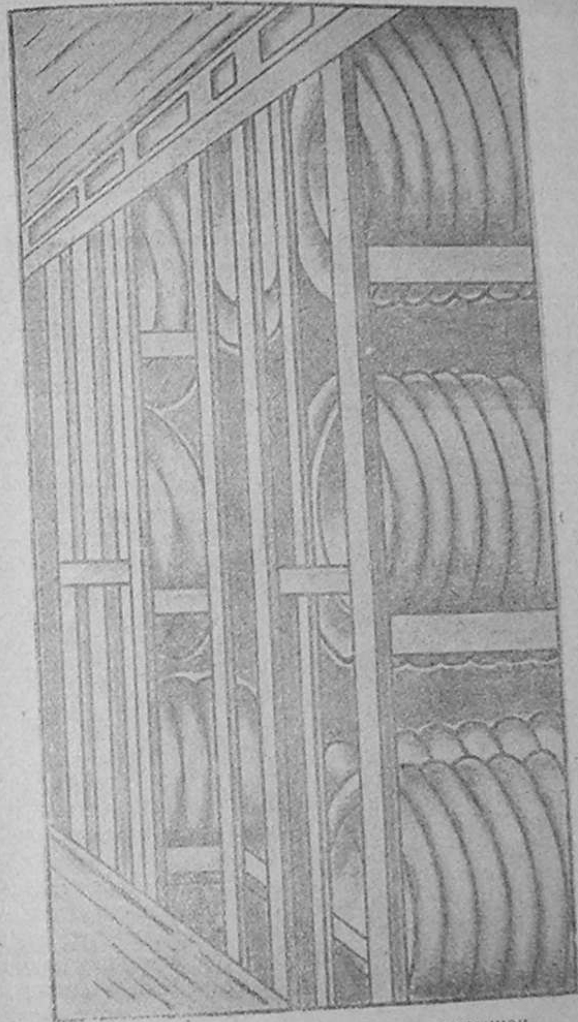

Рис. 52. Стеллаж для хранения покрышек.
2. Для хранения покрышек кладовая должна быть оборудована стеллажами для установки покрышек рядами (рис. 52).
А для того чтобы при хранении покрышки не потеряли своей формы в той части, на которую они опираются на полку стеллажа, последние делаются из двух досок, расположенных наклонно на некотором расстоянии друг от друга, как показано на рис. 52. В таких стеллажах покрышки стоят как бы в желобе и не теряют своих форм при длительном хранении.